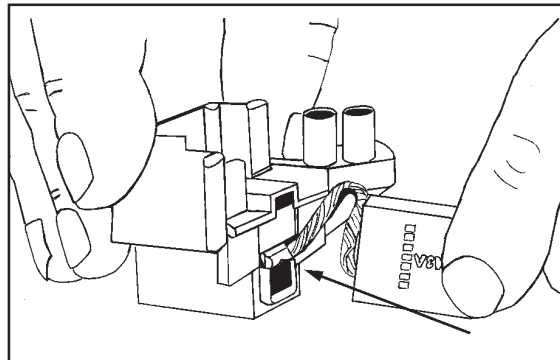

Рисунок 14
7. Чтобы установить новую угольную щетку, поверните клемму на проводе пружиной и направляющим устройством щеткодержателя. Не повредите пружину. Смотрите рис. 14.